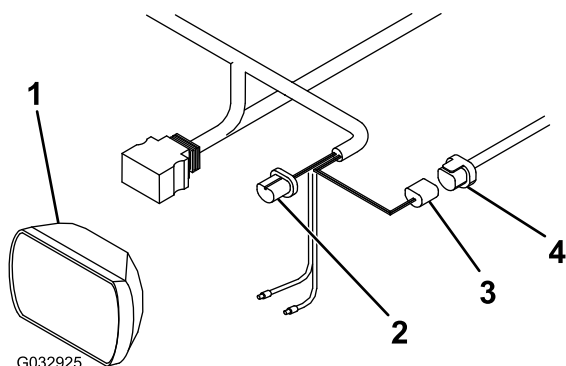

Figure 16
1. Débranchez le connecteur du faisceau de câblage à l'arrière du phare gauche du véhicule (Figure 16).
2. Branchez le connecteur bleu du long faisceau de câblage à l'arrière du phare gauche du véhicule (Figure 16).
débranché sur le faisceau du véhicule (Figure 16).